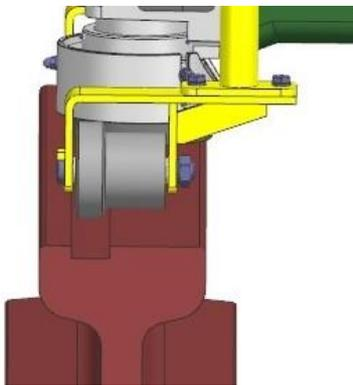

Bild 9: Laufrolle für Flachrillenschienen
- für Flachrillenschienen (Bild 9)